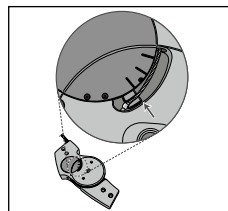

Fig. 5
3. Dopo la rimozione della piastra di copertura, verifichi se il lato superiore del Braccio di leva (che tiene il cavo satellitare) è parallelo al più basso dei tre marcatori sull'Unità funzionale (**vedere Fig. 5**).
12. Ricontrolli la posizione corretta (Modalità 3) del Braccio di leva nell'Unità funzionale del giunto **(vedere Fig. 5)**.